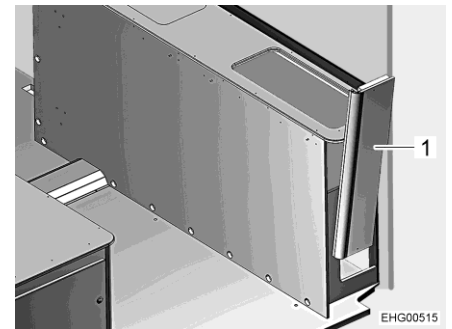

Fig. 137 Armazón de la cama a la derecha, pared lateral
- Retirar la pared lateral (Fig. 137,1) hacia arriba traqueteándola ligeramente.